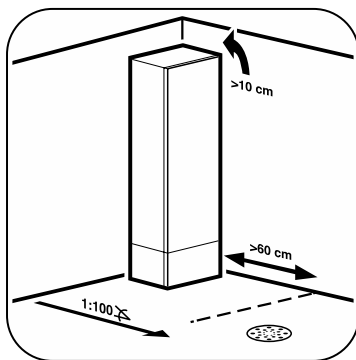

Bild 4. Skyddsavstånd vid installation.
- Vid val av varmvattenberedarens installationsplats ska även tillräckligt installations- och underhållsutrymme säkerställas runt beredaren. Varmvattenberedaren ska installeras på en plats där underhåll kan utföras och beredaren kan flyttas utan hinder (bild 4, 5, 6).